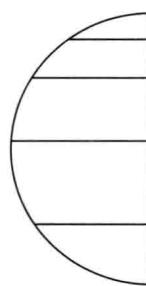

图 1-4 分割后的半圆
4. 打开【窗口】→【路径查找器】，执行分割命令。再执行【对象】→【取消编组】命令，将右半边删除，形成如图 1-4 所示的效果。